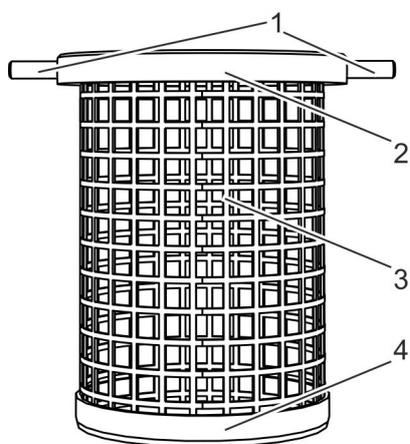
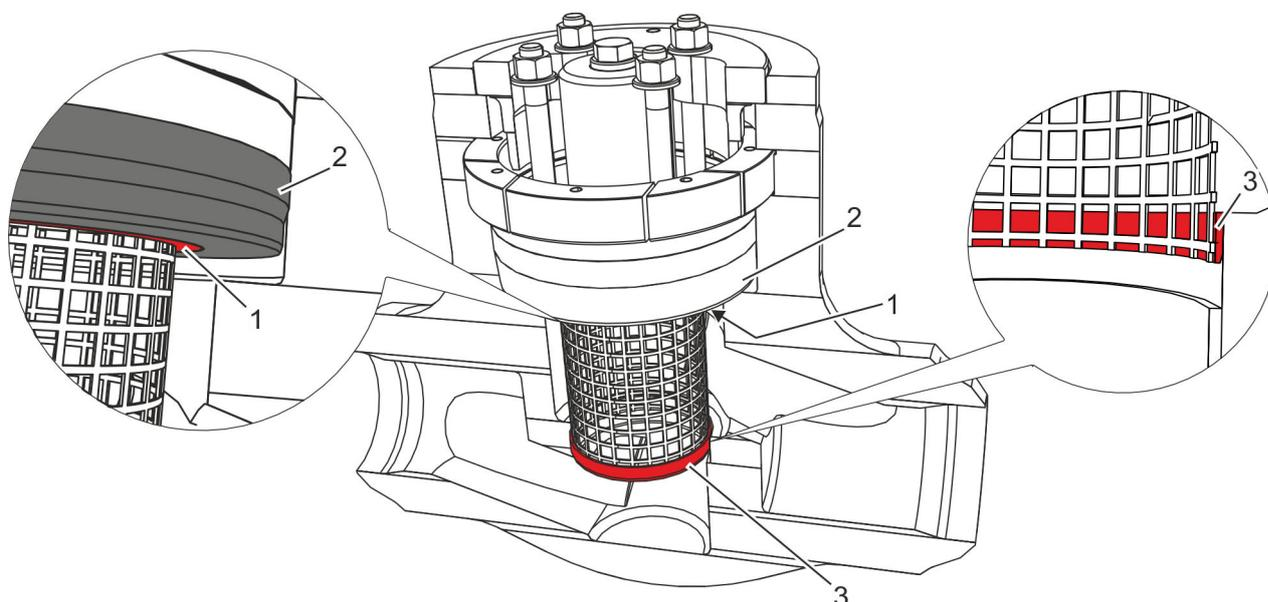

Fig. 8 : Cylindre à tamis (990 SF)
Fig. 9 : Fixation cylindre à tamis (990 SF)
- l'anneau de centrage supérieur (Fig. 8 /2) avec 2 goujons filetés (Fig. 8 /1),
- le cylindre à tamis (Fig. 8 /3) et
- l'anneau de centrage inférieur (Fig. 8 /4).
Le cylindre à tamis est vissé à l'aide des deux goujons filetés (Fig. 8 /1) sur le couvercle de fermeture (Fig. 9 /2).
L'anneau de centrage supérieur (Fig. 9 /1) et inférieur (Fig. 9 /3) étanchéifient le cylindre à tamis et évitent ainsi que le fluide de la conduite ne s'écoule à travers le carter entre le couvercle de fermeture et le cylindre à tamis sans que des corps étrangers ne soient retenus.